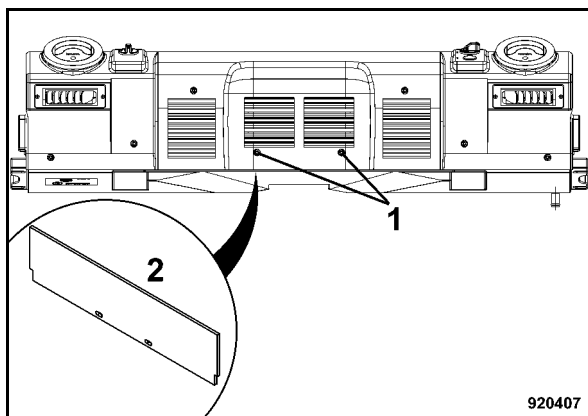

Fig. 177
- Desenroscar los tornillos (1) (Fig. 177).
- Sacar el filtro (2) hacia abajo.